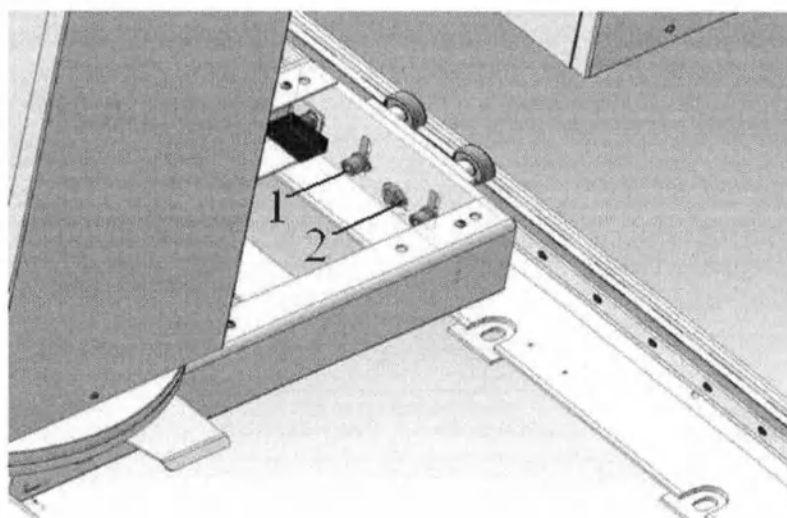

Рисунок 3.10 – Схема расположения винтов и гайки для регулировки вертикальности колонны
- ослабить два винта 1 и гайку 2 (рисунок 3.10);
- затянуть (рисунок 3.10) два винта 1 и гайку 2;